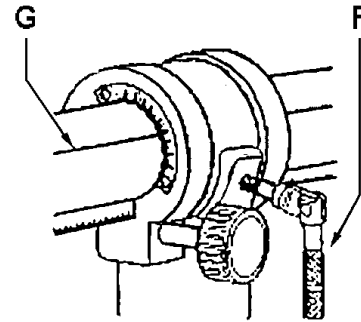
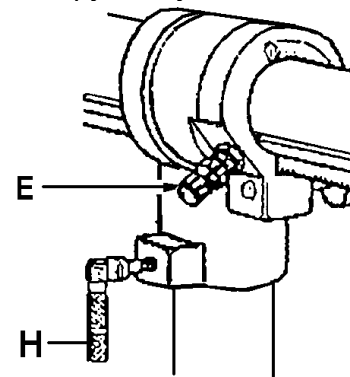

Рис.4
Рис.5
Для поворота на 90° вытащите фиксирующий штифт (Е, Рис. 5) и выверните его. Ослабьте рукоятку зажима (F, Рис. 4) и поверните в соответствии со шкалой и базовой линией (G).
Отключите электропитание, вытащив из розетки сетевой штекер. Сверлильная головка может быть повернута вокруг стойки на 360°. Для этого ослабьте рукоятку зажима (H, Рис. 5). Вылет по отношению к стойке может быть отрегулирован. Ослабьте рукоятку зажима (F). С помощью ручки настройки (I) может быть достигнута желаемая регулировка.